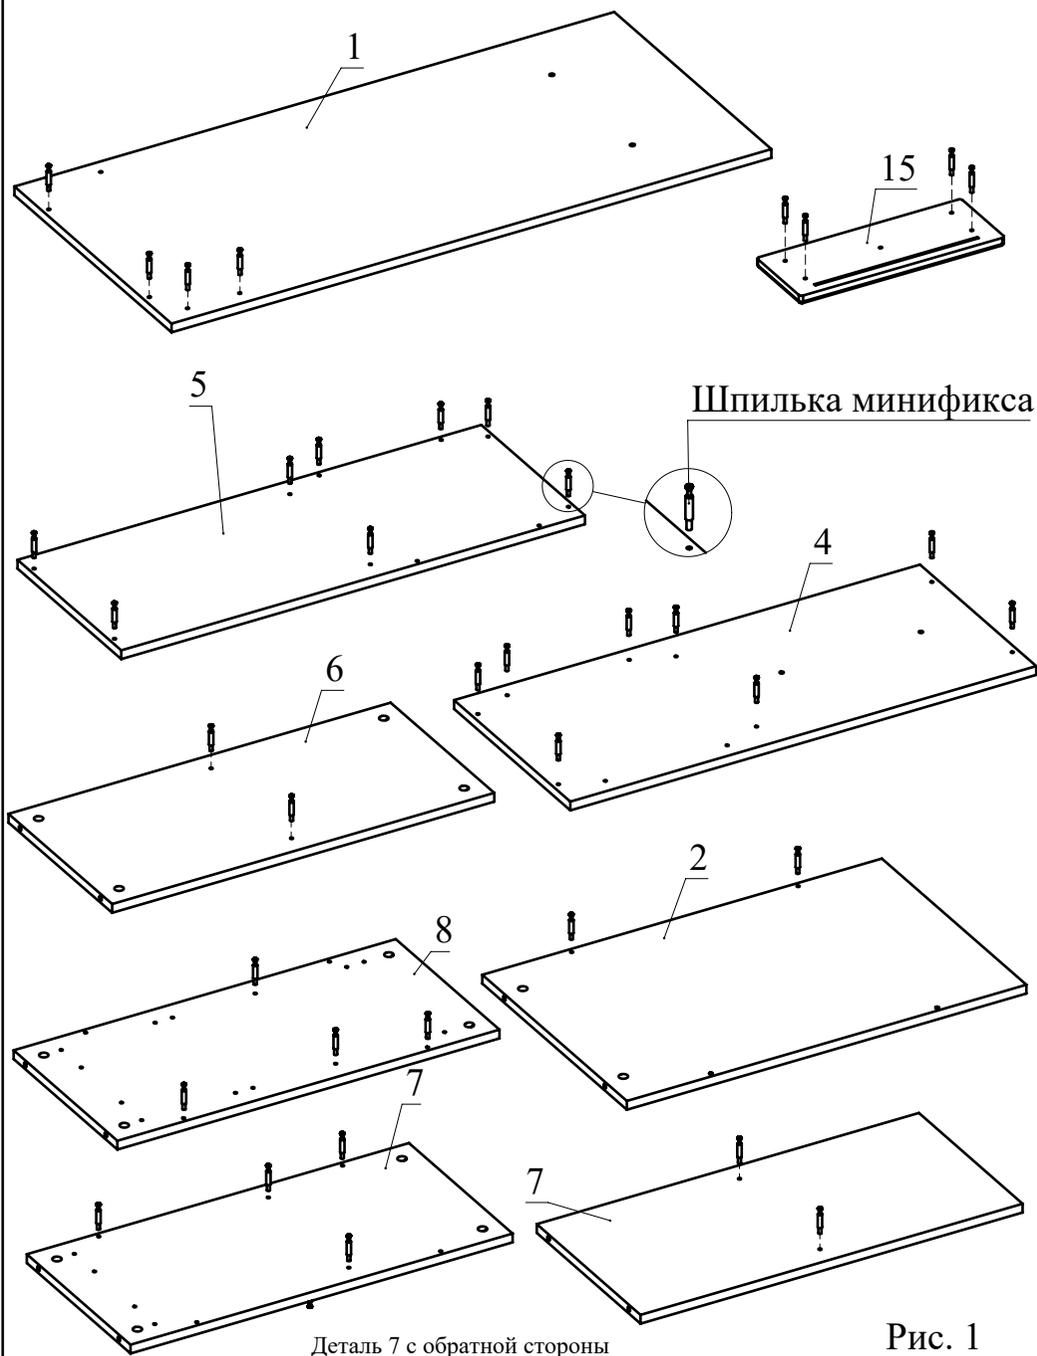

Рис. 1
1. Вкрутите шпильки минификсов в детали 1, 2, 4, 5, 6, 7, 8, 15 (Рис. 1).